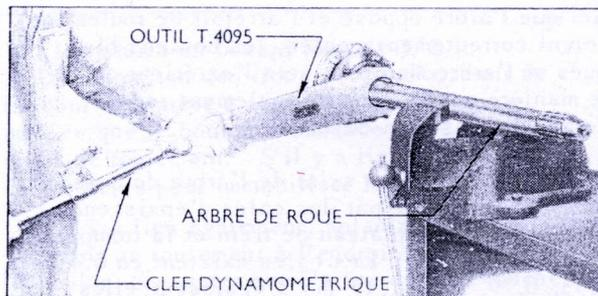

Fig. 8
5. Dans le cas d'un tracteur du type actuellement monté, fixer le roulement sur l'arbre au moyen d'un écrou auto-serreur neuf, et bloquer à 31,78-34,55 m.kg. Ce couple est obtenu au moyen de l'outil N° T 4095 et d'une clef dynamométrique ordinaire réglée à 13,82m.kg. (fig.8). L'outil est étudié pour multiplier le couple à la valeur voulue (31.78-34.55m.kg.).